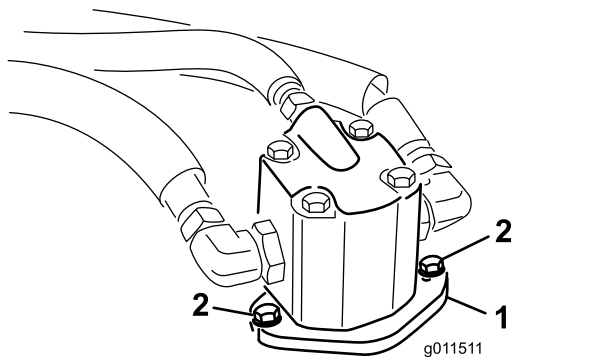

Bild 94
4. Entfernen Sie die Schrauben, mit denen der Hydraulikmotor am Mähwerk befestigt ist (Bild 94).